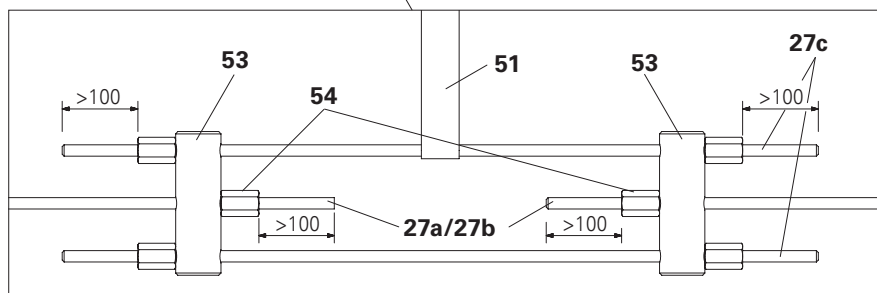

Fig. A7.05a
- La dimensione delle 6 barre di ancoraggio sporgenti (**27a / 27b / 27c**) nel sistema di tensionamento è impostata > 100 mm? (Fig. A7.05a)